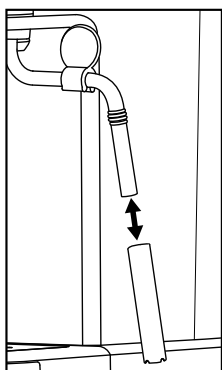

Figura 1
- 3) Gire el regulador giratorio ⑦ (hasta el tope hacia el símbolo "●") para cerrarlo, apague el aparato y desenchúfelo.
- 5) Retire la cubierta del espumador de leche ⑩ (figura 1) y límpiela cuidadosamente en agua caliente.
- 7) Vuelva a colocar la cubierta sobre la boquilla (figura 1).